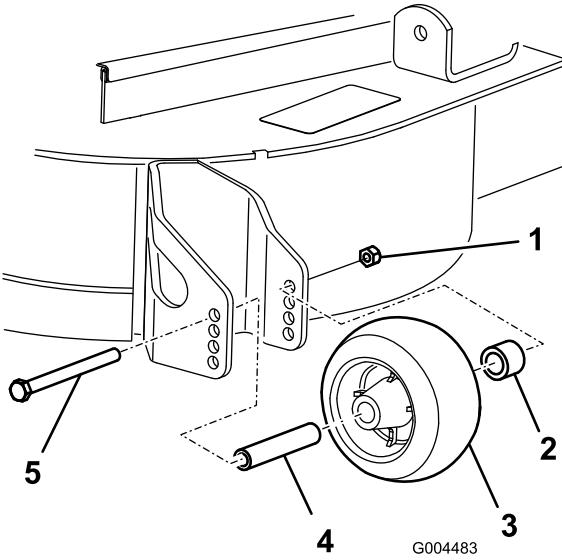

Figura 8
3. Despues de ajustar la altura de corte, ajuste los rodillos retirando la tuerca con arandela prensada, el casquillo, el espaciador y el perno (Figura 8).
5. Instale la tuerca con arandela prensada, el casquillo, el espaciador y el perno. Apriete a 54–61 Nm (Figura 8).